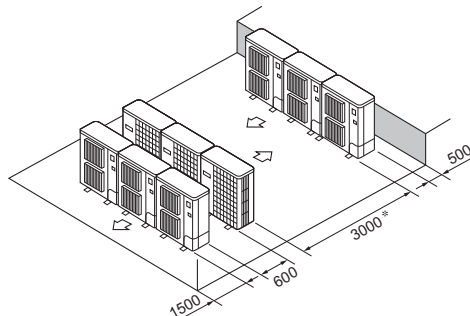

Fig. 3-16
- ⑥ Opstelling met meerdere parallelle apparaten (Fig. 3-16)